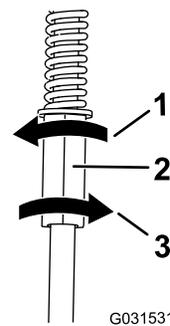

Figura 58
4. Ruotate l'asta di controllo di sinistra a incrementi di un quarto di giro finché la macchina non procede in linea retta (Figura 58).